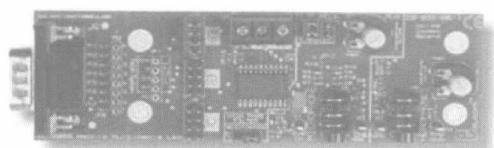

图 2.1-15 FlowCode 蓝牙 CODEC 板
(14) FlowCode 蓝牙 CODEC 板如图 2.1-15 所示。